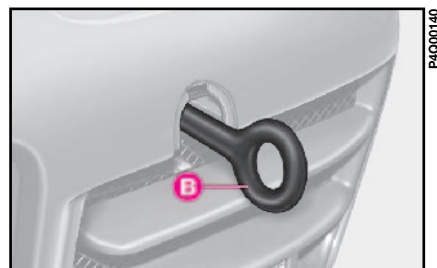

fig. 47
3) atornille bien la argolla **B-fig. 47** en el perno roscado al que se accede quitando la tapa;